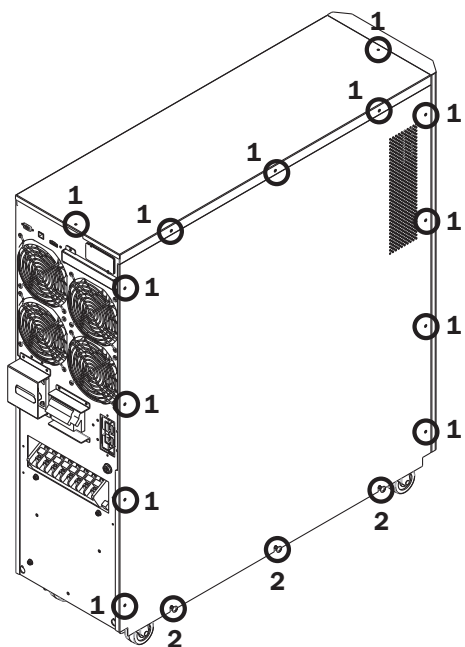

Figura 3-1
- 1) Retire todos los tornillos etiquetados #1; afloje todos los tornillos etiquetados #2 (Figura 3-1).